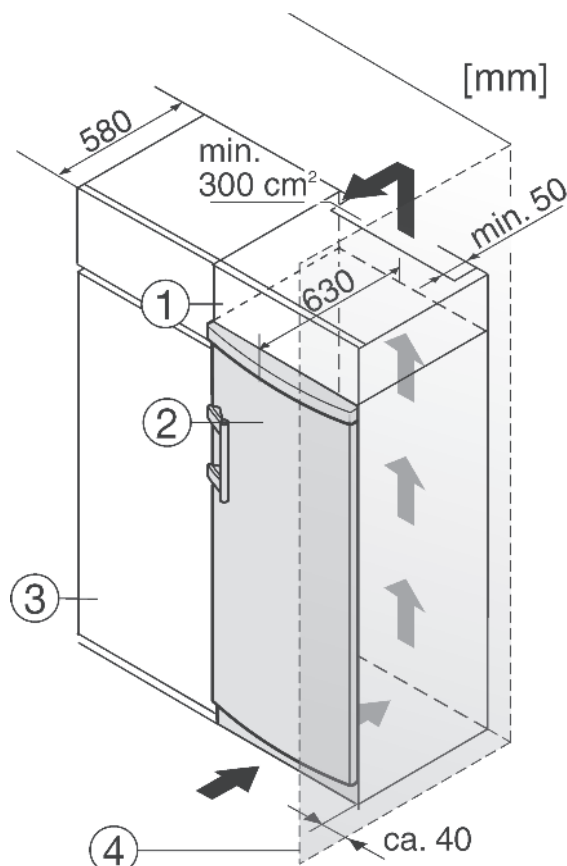

Fig. 9
- (1) Nástavná skříňka
- (2) Přístroj
- (3) Kuchyňská skříň
- (4) Stěna
Zařízení lze zabudovat do vybavení kuchyně. K vyrovnání přístroje Fig. 9 (2) na výšku kuchyňské linky lze na přístroj nasadit odpovídající nástavec Fig. 9 (1).
Při montáži do kuchyňských skříní (hloubka max. 580 mm) lze přístroj instalovat hned vedle kuchyňské skříně Fig. 9 (3). Dvířka přístroje přesahují přední stěnu kuchyňské skříně na stranách o 34 mm a uprostřed o 50 mm. To umožňuje jejich volné otevírání a zavírání.
Když se přístroj instaluje závěsy vedle stěny Fig. 9 (4), musí být vzdálenost přístroje od stěny alespoň 30 mm. To odpovídá přesahu madla při otevřených dveřích.
Když se přístroj instaluje závěsy vedle stěny Fig. 9 (4), musí být vzdálenost přístroje od stěny alespoň 40 mm. To odpovídá přesahu madla při otevřených dveřích.